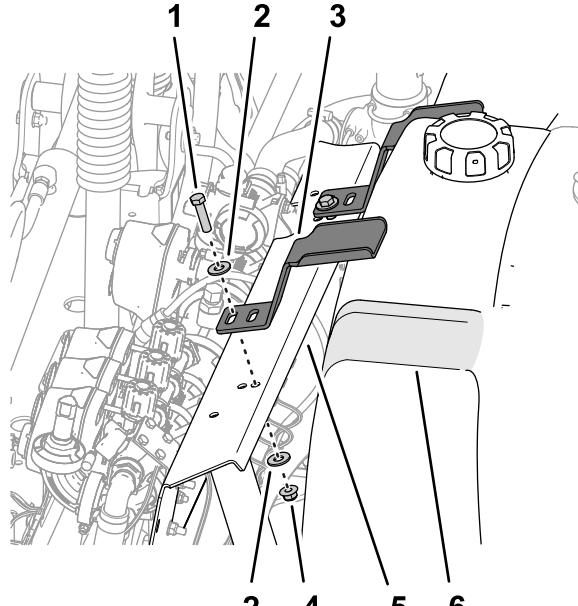

Рисунок 14
3. Совместите паз в прижиме с отверстием в опоре крепления клапана (Рисунок 14).
5. Повторите действия, описанные в пунктах 2 – 4, для другого прижима на другом углублении промывочного бака (Рисунок 14).
2. Совместите прижим с углублением в верхней части промывочного бака (Рисунок 14).